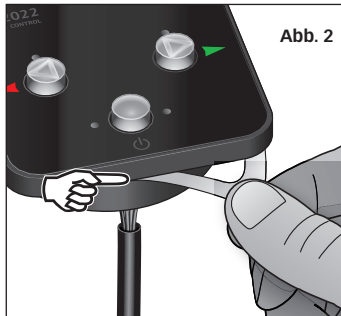

Abb. 2
- (**Abb. 2**) Das Schutzpapier von der Klebedichtung entfernen und vermeiden, den klebenden Teil mit Ihren Fingern zu berühren;